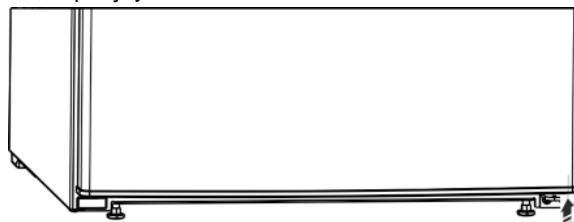

Fig. 6
- ▶ Element dystansowy Fig. 6 (13) włożyć ponownie do drzwi na dole po prawej stronie, ponieważ jest on istotny dla zachowania stabilności urządzenia.